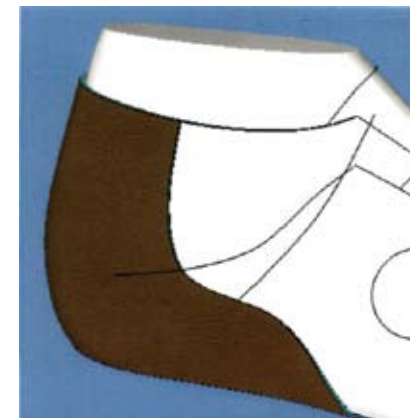

Рис. 22
- Нажмите OK для применения текстуры на панели. Панель выглядит, как показано на рис. 22.